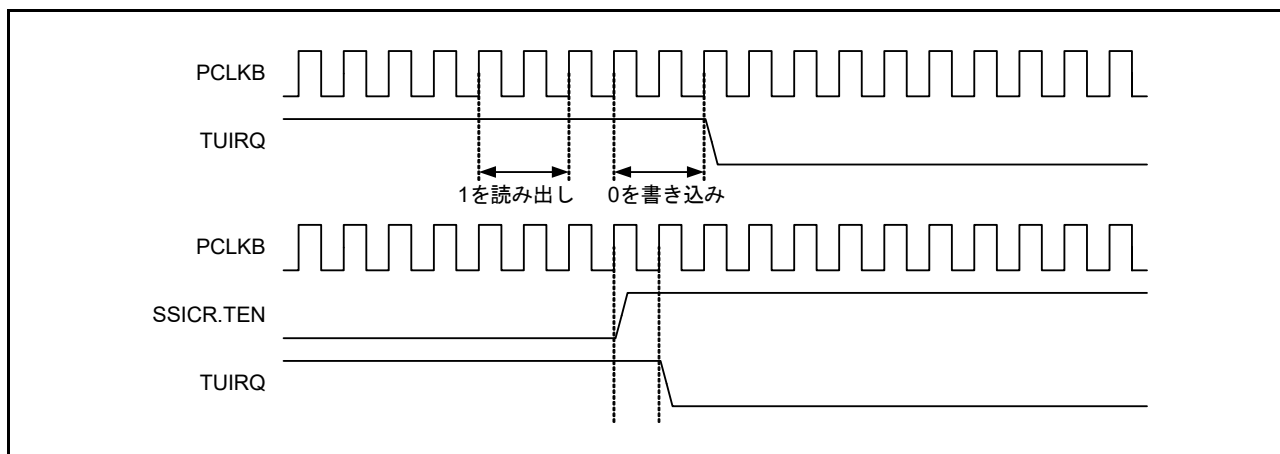

図 41.19 TUIRQ クリアタイミング
1. 本ビットから 1 を読み出した後に、0 を書き込んだとき (図 41.19 に示すタイミングと同じ)
- (1) 本ビットから 1 を読み出した後に、0 を書き込んだとき (図 41.19 に示すタイミングと同じ)
- (2) SSICR.TEN に 1 を書き込んでから PCLKB の 1 サイクルが経過したとき (注 3)